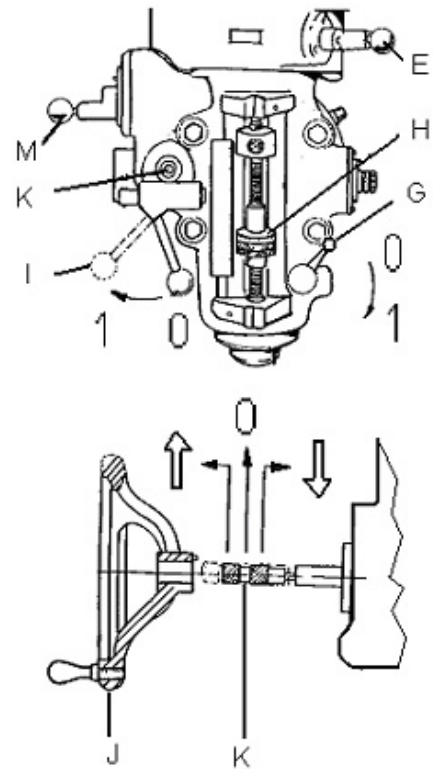

Рис. 9
Маховик точной регулировки пиноли (J, рис. 9) вы можете активизировать посредством рычага (I) Вкл/Выкл подачи при сверлении. Тяговая/нажимная кнопка подачи при сверлении (K) должна при этом находиться в нейтральном (среднем) положении.